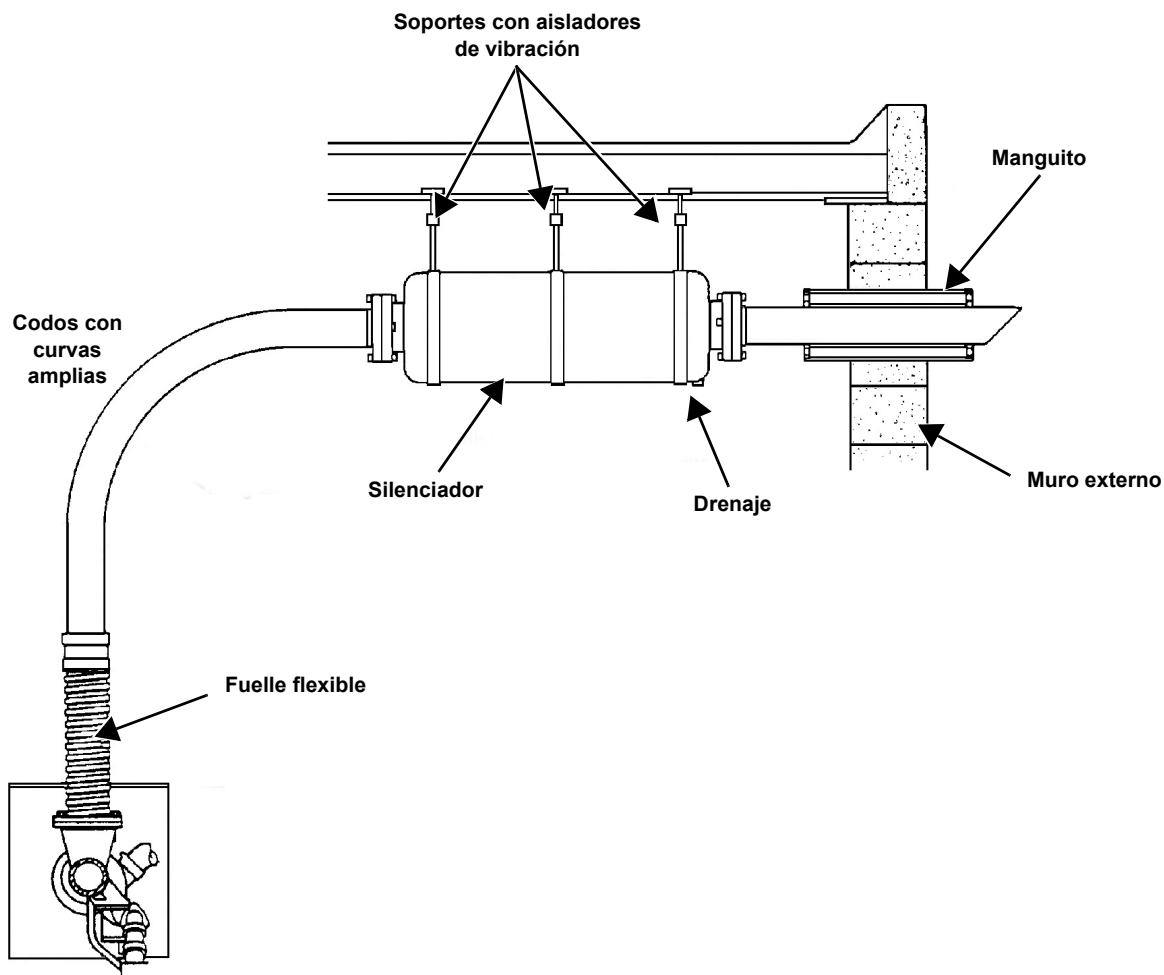

Figura 5-3. Silenciador típico
- Coloque cubiertas de manguitos de metal en la tubería de escape que se extienda a través de muros o techos de madera. Las cubiertas de manguitos de metal deben tener un diámetro 305 mm (12 pulgadas) superior al de los tubos de escape. Vea la Figura 5-3.